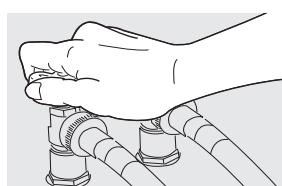

Fig. 7
- Ouvrez l'eau et vérifiez l'absence de fuite. (Fig. 7).